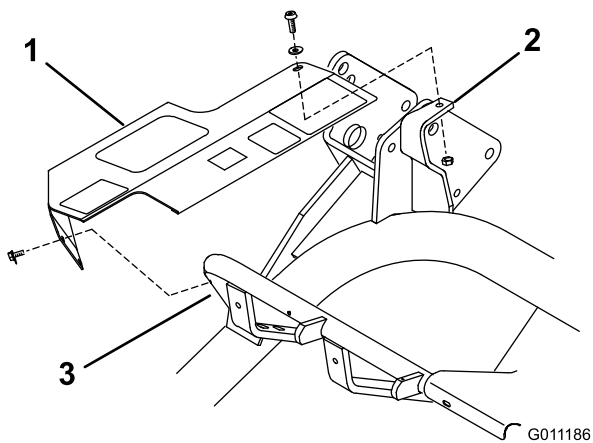

Figura 7
1. Alinee los taladros de montaje de la cubierta con los del tubo del bastidor y del soporte de montaje (Figura 7).
2. Fije provisionalmente la parte trasera de la cubierta a la parte superior del soporte con un tornillo de cabeza hexagonal (1/4 x 3/4 pulgada), una arandela (1/4 pulgada) y una contratuerca (1/4 pulgada) (Figura 7).
3. Fije provisionalmente la parte delantera de la cubierta al tubo del bastidor con dos tornillos autorroscantes (Figura 7). Apriete todos los herrajes de montaje de la cubierta.